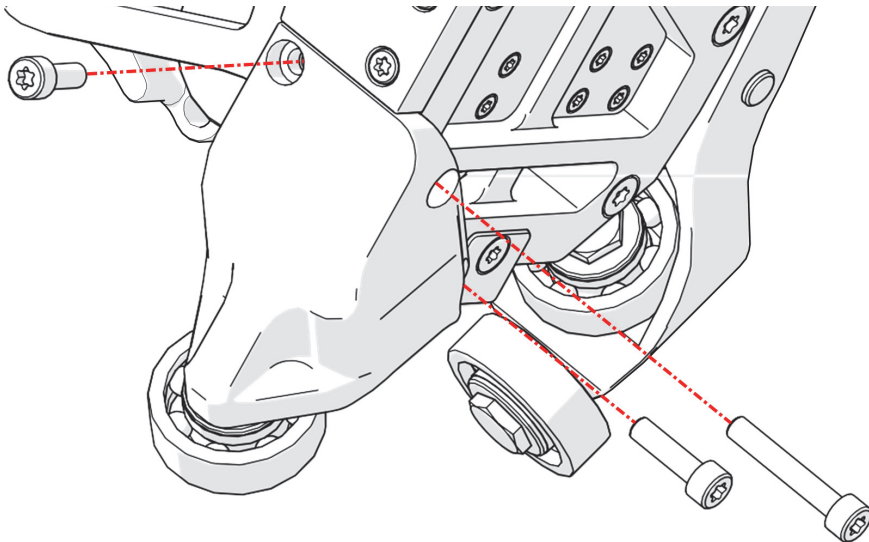

Figura 2-27 Extracción de los tornillos del ensamblaje rueda-cojinete
6. Con un des[tornillador] Torx T-25, retire los tres tornillos a partir del ensamblaje rueda-cojinete izquierdo (ver Figura 2-27 en la página 107).